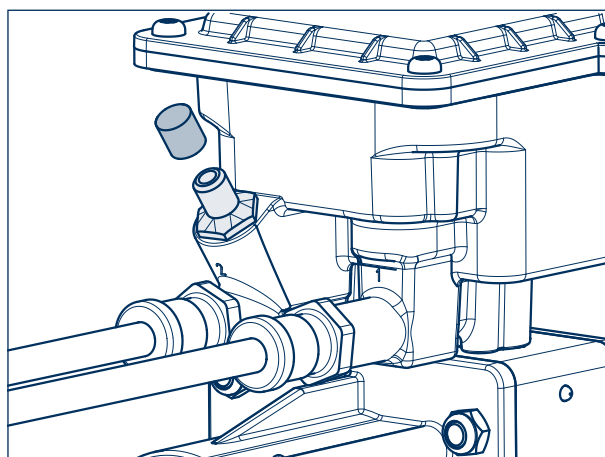

Bild 41
- [1] Ta av skyddshatten på testanslutningen (bild 41).